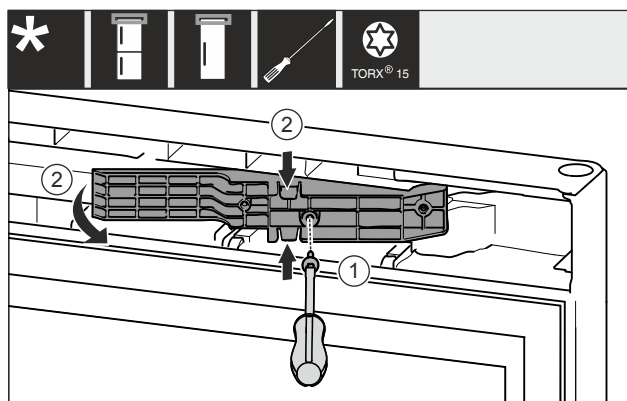

Fig. 12 *
- Desserrer les vis avec un tournevis T15. Fig. 12 (1)*
- Sortir l'adaptateur. Fig. 12 (2)*